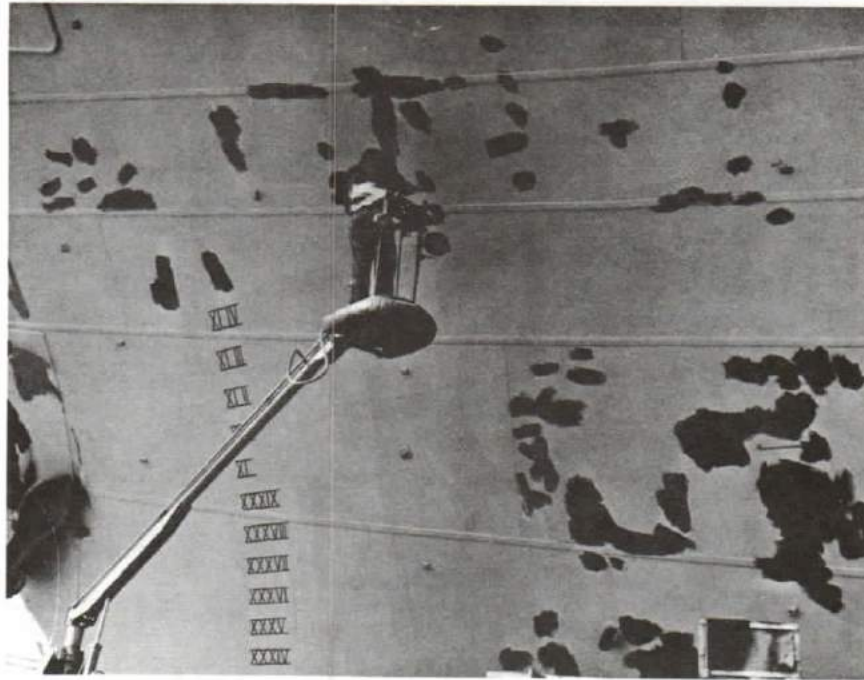

Figure 9-1
4. Corrosion is prevented by stopping oxygen getting at the metal. One way of doing this is to paint the surface. See Figure 9-1.
4. On évite la corrosion en empêchant l'oxygène de s'attaquer au métal. L'un des moyens d'y parvenir est de peindre la surface du métal (voir la figure 9-1).